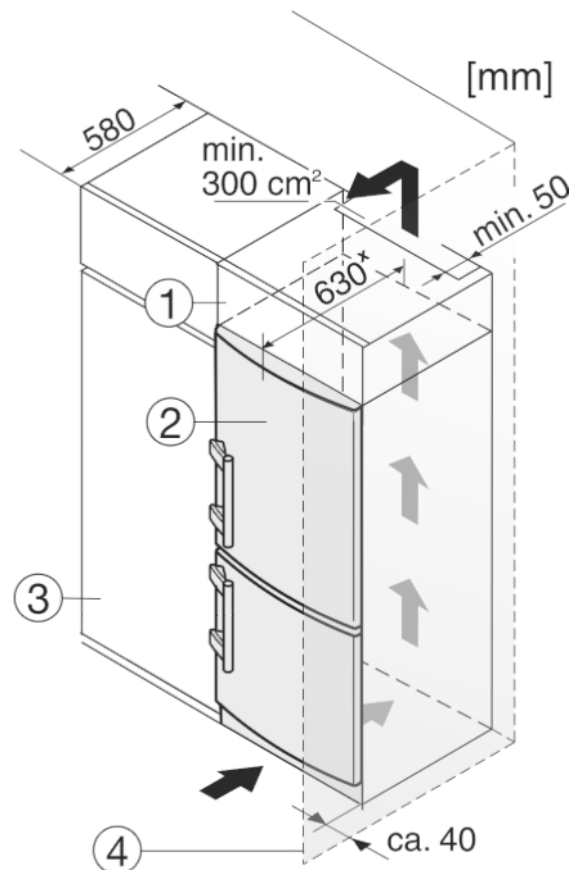

Fig. 8
Het apparaat kan in keukenkasten worden ingebouwd. Om het apparaat Fig. 8 (2) aan de hoogte van het keukenblok aan te passen, kan boven het apparaat een opzetkast Fig. 8 (1) worden aangebracht.
Bij een ombouw met keukenkasten (diepte max. 580 mm) kan het apparaat direct naast de keukenkast Fig. 8 (3) worden geplaatst. Het apparaat steekt aan de zijkant 34 mm* en in het midden 50 mm* uit ten opzichte van het keukenkastfront.
Plaatst u het apparaat met de scharnierkant naast een muur Fig. 8 (4), dan moet de afstand tussen apparaat en muur minstens 40 mm bedragen. Dit in verband met het uitsteken van de deurgreep bij een geopende deur.